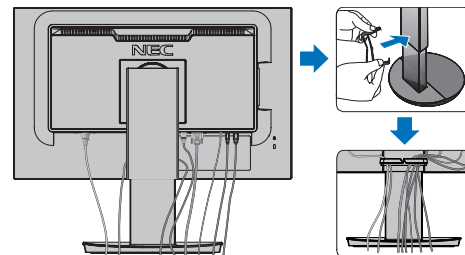
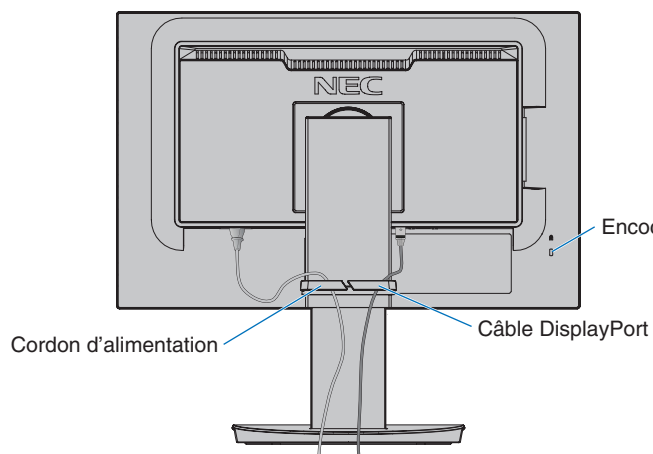
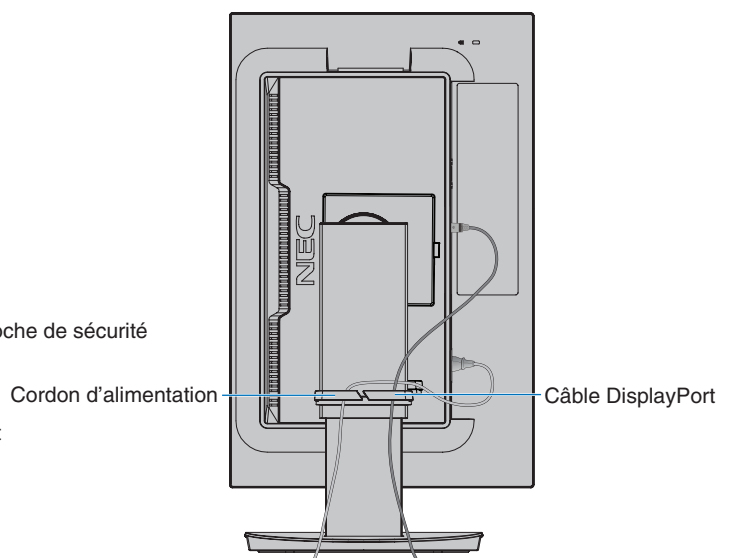

Figure C.2
Figure C.3
Figure C.4
- Fixez l'anneau de maintien des câbles au socle (**Figure C.2**). Passez les câbles dans l'anneau en les répartissant uniformément et resserrez ce dernier (**Figure C.3** et **Figure C.4**).